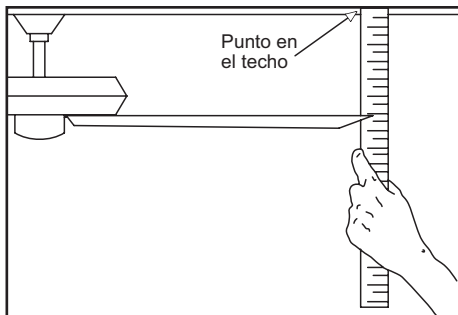

Figura 15
2. La mayoría de los problemas de oscilación del ventilador se deben a que las aspas no están a un mismo nivel. Verifica este nivel seleccionando un punto en el techo sobre la punta de una de las aspas. Mide desde un punto en el centro de cada aspa a un punto en el techo. Mide esta distancia como se muestra en la Figura 15. Rota el ventilador hasta que se posicione la siguiente aspa para su medición. Repite para cada aspa. Las desviaciones de la medición deben estar dentro de 1/8". Enciende el ventilador por 10 minutos.